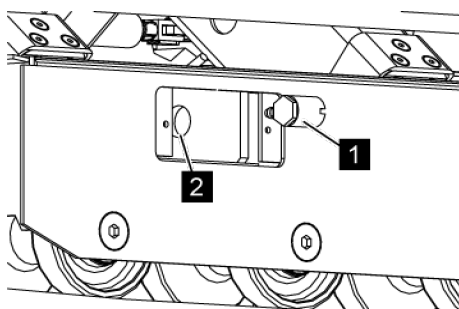

Fig. 152: Retirer l'accouplement coulissant
8. ➔ Tourner l'accouplement coulissant (Voir la Fig. 152/1) de 180° dans le sens inverse des aiguilles d'une montre, et le retirer du vérin (Voir la Fig. 152/2).